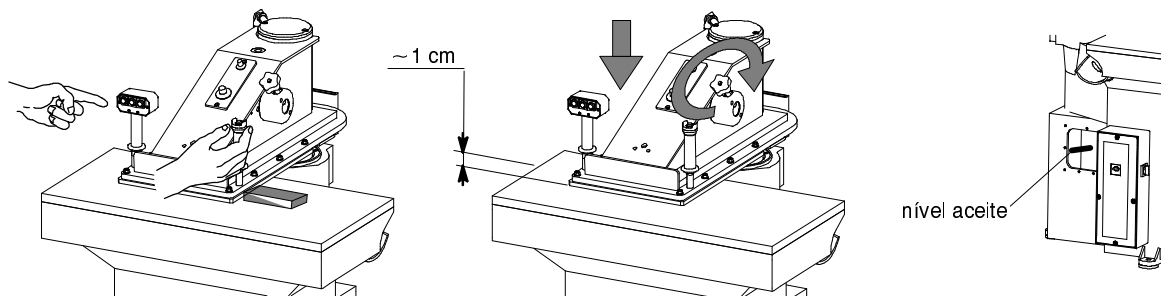

Fig. 9
- Interponer entre la plancha de plástico y el brazo giratorio un trozo de madera u otro material resistente con una altura de aproximadamente 2 cm. y accionar la máquina durante algunos minutos mediante los correspondientes pulsadores de mando (Fig. 9) (que tienen que ser apretados **simultáneamente**): el del puño derecho y uno de los tres del puño izquierdo. Esta operación es necesaria para expulsar todo el aire contenido en las tuberías de los cilindros. Quitar el trozo de madera precedentemente utilizado y, asegurándose de que no haya ningún objeto sobre la mesa de trabajo, girar lentamente el volantito en sentido horario hasta que el brazo bajándose se posicione cerca de 1 cm del plano de corte. En este punto controlar el nivel del aceite en el depósito y, si es necesario, introducir más aceite hasta alcanzar la línea roja de máximo nivel (derecha Fig. 9). Sólo de esta forma se tendrá la seguridad de que en el depósito se encuentre la correcta cantidad de aceite.